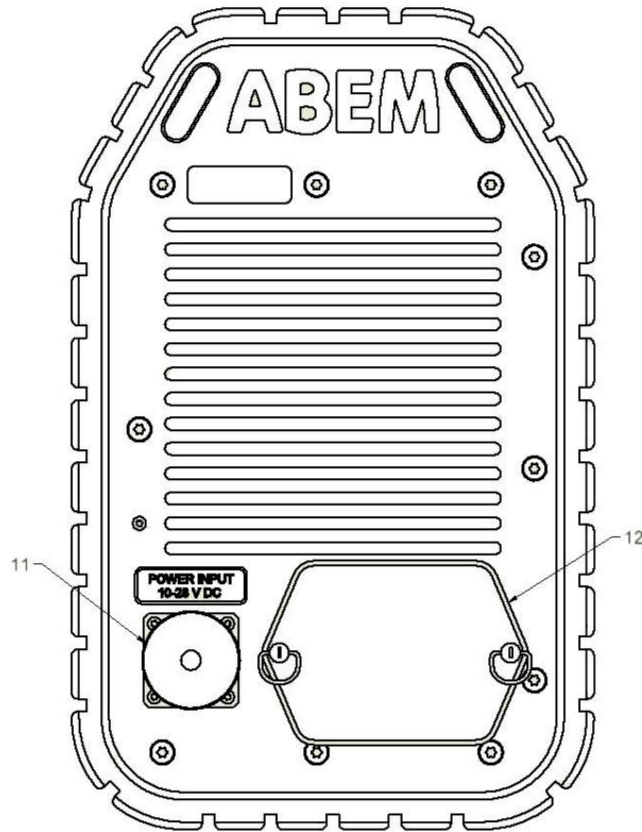

Figura 3 El panel de alimentación
El panel de alimentación del Terraloc Pro 2 se muestra en la Figura 3. El conector de entrada de alimentación se describe con más detalle en el capítulo 10 Apéndice B. Conectores.
- Conecte la fuente de alimentación (ver Figura 3 conector 11) y encienda el instrumento presionando <POWER>